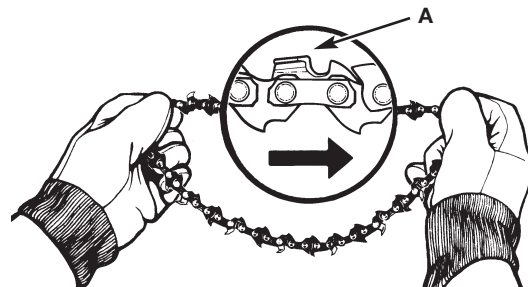

Fig. 20
1. Extienda la cadena en forma de lazo con el filo de cortado (A) apuntando en DIRECCION DE LAS MANECILLAS DEL RELOJ a lo largo del lazo (Fig. 20).